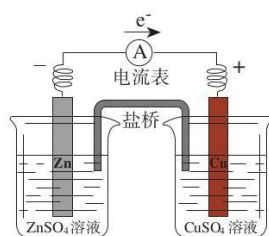

图 4-1 锌铜原电池示意图
如图 4-1 所示，将置有锌片的 ZnSO_4 溶液和置有铜片的 CuSO_4 溶液用一个盐桥^①连接起来，然后将锌片和铜片用导线连接，并在中间串联一个电流表，观察现象。取出盐桥，观察电流表的指针有何变化。
实验表明，接通电路时，电流表的指针发生偏转，即电路中有电流通过。从上述装置中取出盐桥，电流表的指针又回到零点，即电路中没有电流通过。如图 4-1 所示的原电池叫做锌铜原电池，其中锌一端为负极，铜一端为正极。
(1) 图 4-1 所示的锌铜原电池工作时, 电子在导线中的运动方向是怎样的? 阴离子和阳离子在电解质溶液中的运动方向是怎样的?
(2) 锌铜原电池可看作由两个半电池组成, 一个发生氧化反应, 另一个发生还原反应。试分别写出两个电极上的反应及总反应的离子方程式。
请结合图 4-1 绘制反映原电池工作原理的示意图, 并与同学交流。示意图要求包括以下内容: